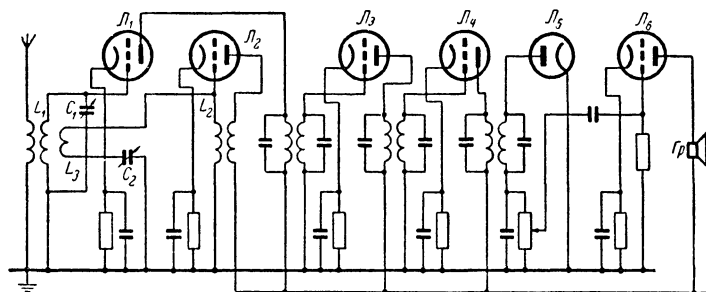

Рис. 93. Схема супергетеродина с гетеродином на отдельной лампе.
Одна из наиболее старых схем (рис. 93) хорошо иллюстрирует принцип работы супергетеродина. В контур  $L_2C_2$  гетеродина на отдельной лампе  $\mathcal{L}_2$  включена маленькая катушка связи  $L_3$ , которая индуктивно связана с катушкой  $L_1$  входного контура. Благодаря этой связи колебания гетеродина вводятся в контур  $L_1C_1$ . Таким образом, на сетку лампы  $\mathcal{L}_1$  одновременно подаются два переменных напряжения: напряжение, возбуждаемое в антенне, и напряжение от гетеродина. Лампа  $\mathcal{L}_1$  работает как анод-
**Н.** — Я чувствую, что очарован преимуществами приемника с преобразованием частоты. Могу я начать строить приемник по схеме, приведенной на рис. 93?